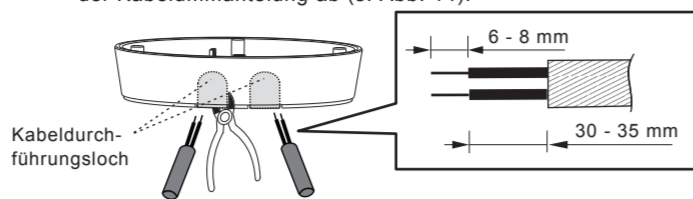

Abb. 14
4.4.3.2 Um Stromkabel durch die Seite der Abzweigdose zu führen, verwenden Sie eine Zange, um die vorgestanzen Kabeldurchführungslöcher aufzubrechen. Stecken Sie anschließend die Kabel in die Abzweigdose, und führen Sie sie durch die Löcher. Trennen Sie zur Verkabelung 6 - 8 mm der Kabelummantelung ab (s. Abb. 14).